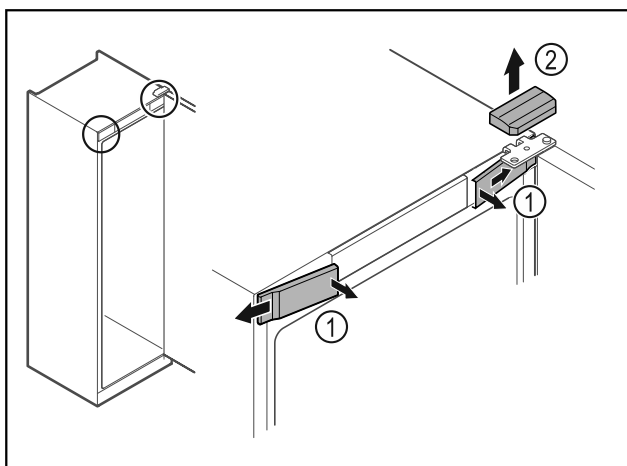

Fig. 8 *
- Trekk de innvendige dekslene foran Fig. 8 (1) ut av stilling, og ta dem av sidelengs.*
- Trekk det øvre dekselet Fig. 8 (2) opp og av.*